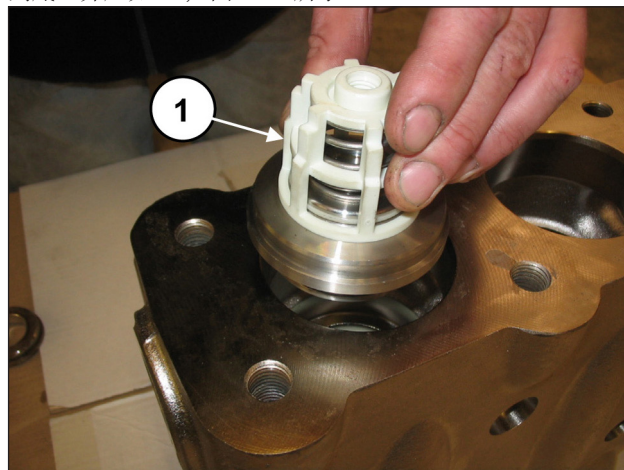
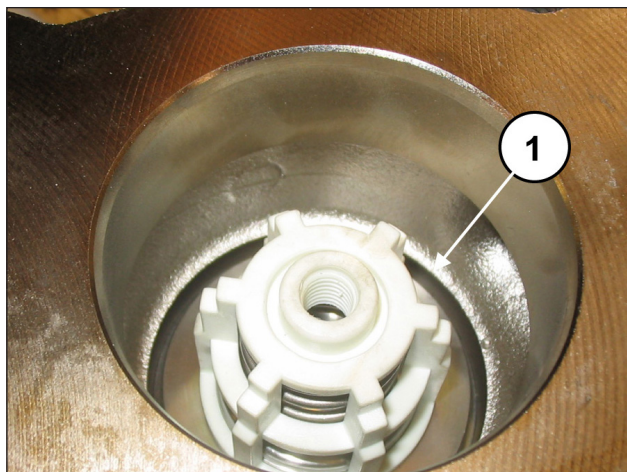

图 118
图 119
插入排出阀组（位置①，图 118）。整个阀组必须完全插入到底，并应如 ①，图 119 所示。